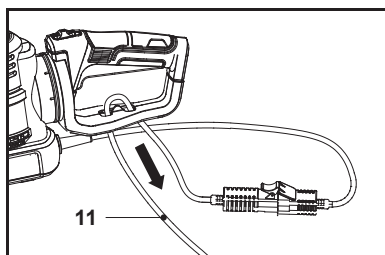

Fig. 4
3. Treci cablul de alimentare (11) peste suportul de cablu (12) și trage ușor de cablul de alimentare (11) pentru a te asigura că este bine fixat (Fig. 4).